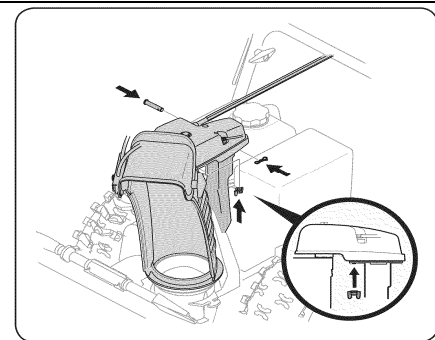

Рис. 9
9. Закончите сборку фиксацией центральной части управления заслонкой к поддерживающему кронштейну, используя барашковую гайку, и штифт с головкой и отверстием под шплинт и сам шплинт, извлеченные ранее. Не перетягивайте. См. Рис. 9